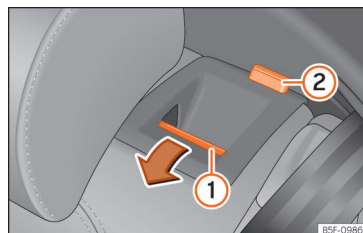

Fig. 134 Sedile posteriore: ribaltare lo schienale.
- Premere il tasto di sblocco »» fig. 134 ① in avanti e, contemporaneamente, ribaltare lo schienale. Lo schienale posteriore è sbloccato quando si vede la tacca rossa sul tasto ②.
Lo schienale posteriore è sbloccato quando si vede la tacca rossa sul tasto »» fig. 134 ②.